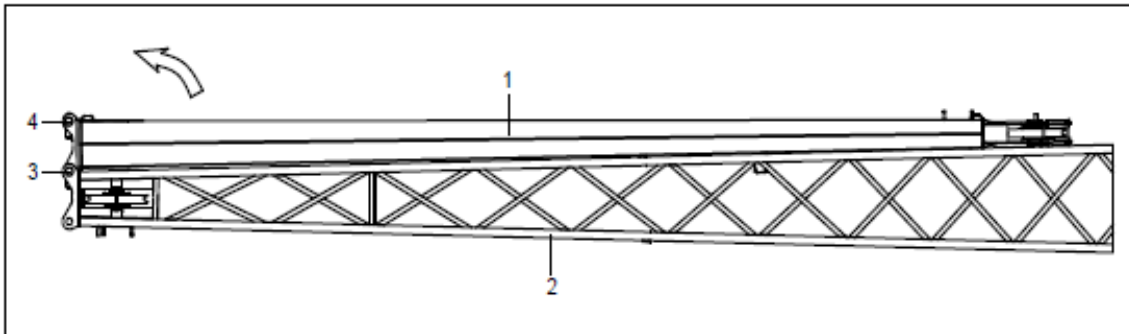

Fig.4-3.38
- 1) Gire o braço de dobragem em torno do pino do eixo A no sentido mostrado na Fig.4-3.38;